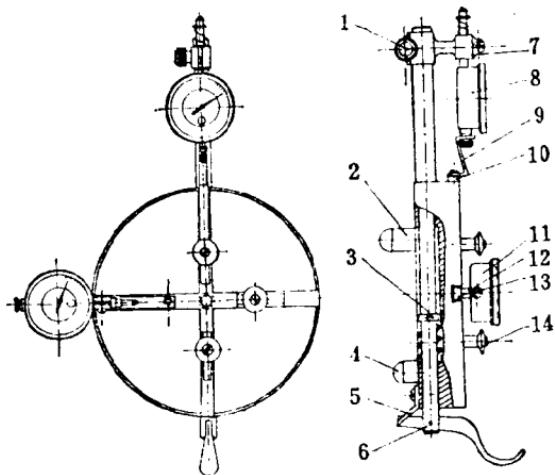

图3 轴承内、外圈检查仪
(3) 内圈的检查。在内、外圈检查仪(图3)上，检查内圈的内径和滚道。